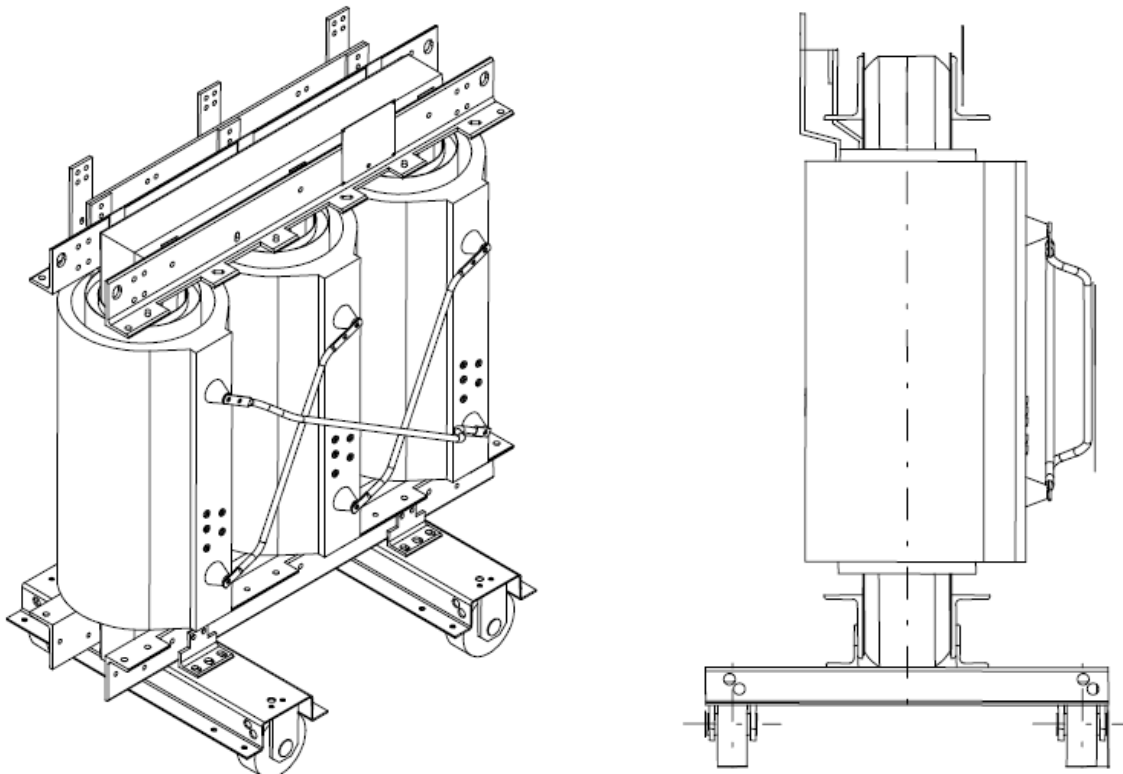

Рис.1.2. Внешний вид сухого трансформатора с литой изоляцией серии Trihal открытого исполнения.
- открытого исполнения (без защитного кожуха, степень защиты IP00, см. рис.1.2);